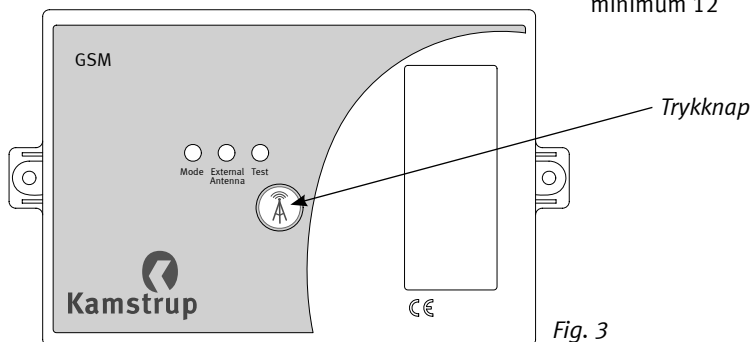

Fig. 3
1. Aktivér trykknappen i ca. 2 sek. (se fig. 3)
2. TEST dioden lyser nu konstant i ca. 10 sek. (se fig. 3), hvorefter signalstyrken indikeres med blink på skala fra 0 til 31: